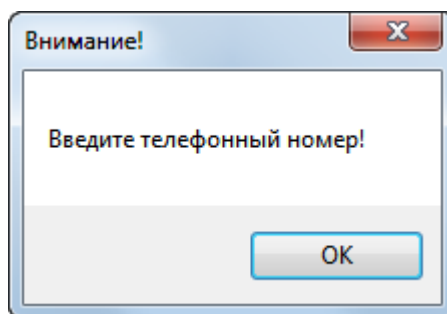

Рисунок 65
4.2.2. При попытке дозвона по CSD, если не был введен номер телефона, по которому необходимо позвонить, оператор будет предупрежден сообщением (Рисунок 65).